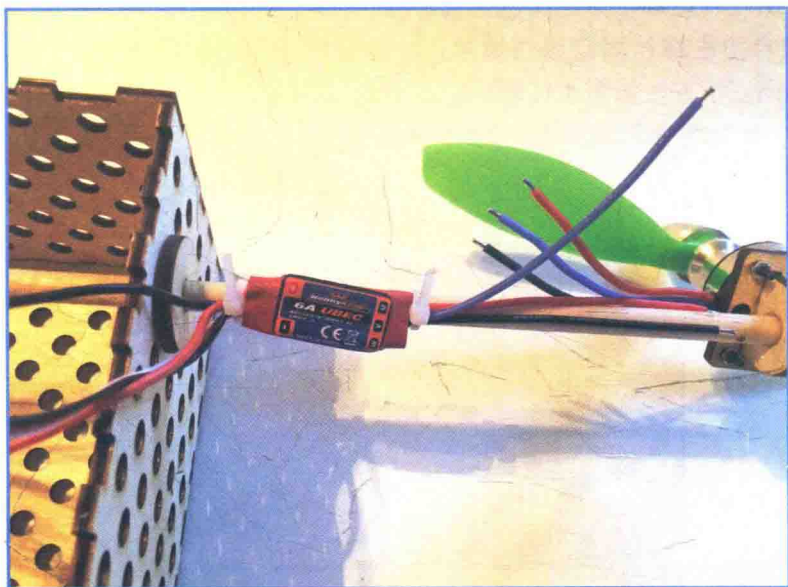

图 7.13 将 ESC 捆扎在木钉上
8. 固定 ESC，将它们捆扎在木钉上，如图 7.13 所示，红色和黑色的电源线指向内舱，红-蓝-黑线靠近马达。